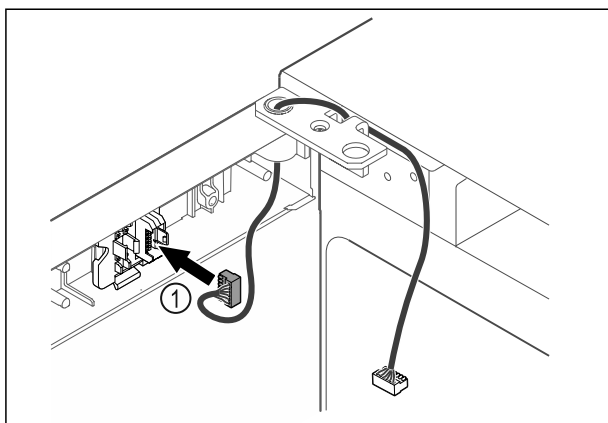

Fig. 58
- ▶ Insérer le connecteur Fig. 58 (1) dans le support.